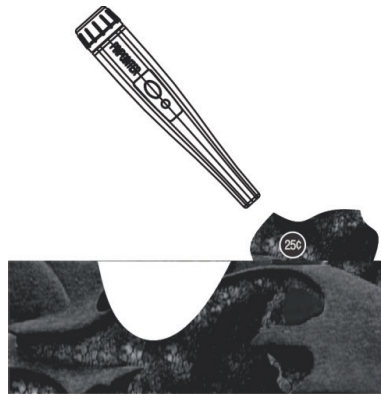

Imagen 6
3. Cuando el objeto a buscar esté muy profundo y fuera de la zona de búsqueda del Pinpointer, deberá emplear el detector de metales para determinar la posición lo más exacta posible del objeto. Después de haber determinado la posición, puede comenzar a cavar. Debe comprobar la tierra ya cavada con el Pinpointer para detectar si el objeto buscado ya se ha desenterrado o si todavía se encuentra en el suelo (véase ilustración 6).